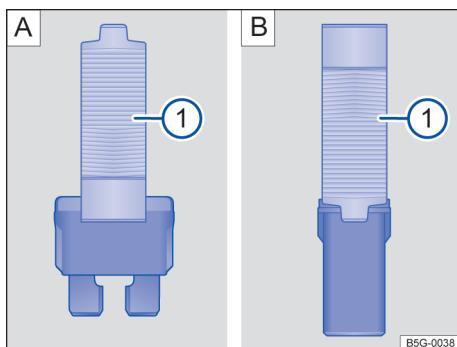

图 129 用塑料钳拆下或插入保险丝: **A** 扁平片式保险丝、**B** 方块式保险丝
- 根据保险丝型号，将塑料夹钳的夹嘴调至适合 → 图 129 **A** ① 或 → 图 129 **B** ①，然后从侧面夹住保险丝。
- 熔断的保险丝必须用额定电流 (颜色和标记) 及尺寸与原保险丝均相同的新保险丝更换 → ①。